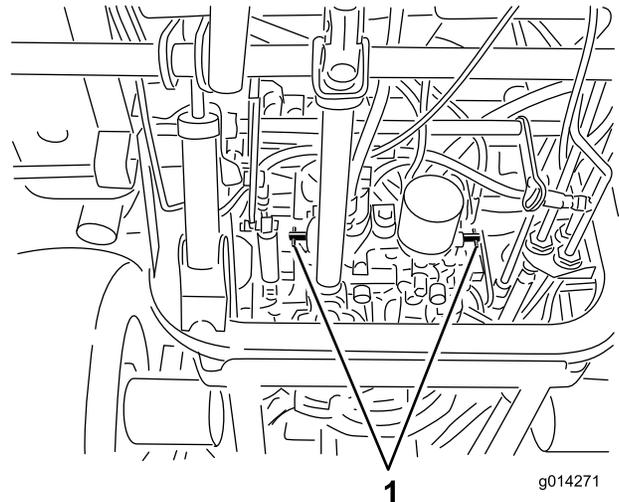

Figure 22
4. Tournez chaque vanne de dérivation d'un tour dans le sens anti-horaire (Figure 22).
1. Tournez chaque vanne de dérivation d'un tour dans le sens horaire et serrez-les à la main (Figure 22).
2. Serrez les vannes à 8 N·m approximativement, comme montré à la Figure 22.